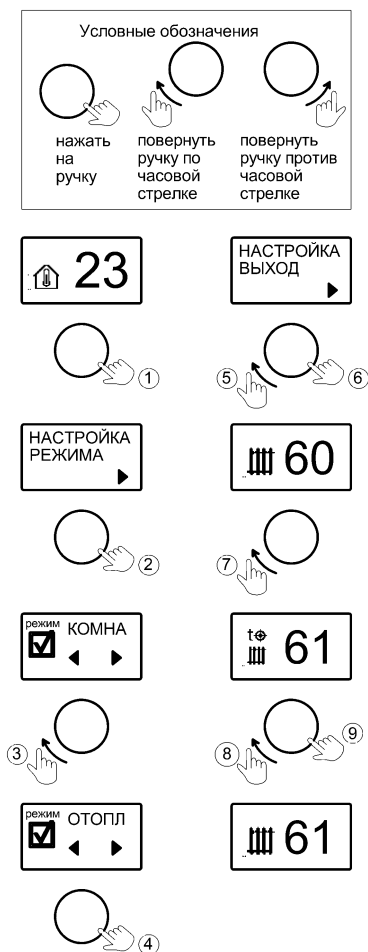
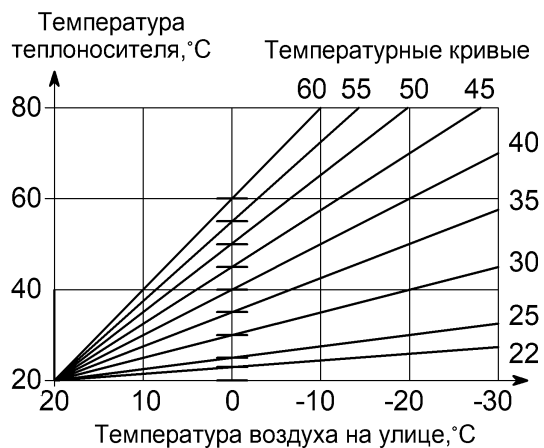
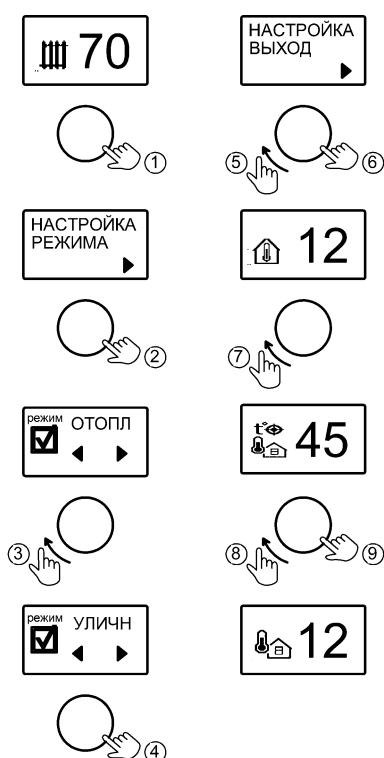

Рисунок 4. Выбор и настройка температуры режима «ОТОПЛЕНИЕ»
Рисунок 6. Зависимость температуры теплоносителя от температуры воздуха на улице
Рисунок 7. Выбор и настройка температуры режима «УЛИЧНЫЙ»
**9.1 «ОТОПЛЕНИЕ»** – режим поддержания температуры тепло-носителя. Датчики температуры воздуха в алгоритме не участвуют. Заводская настройка температуры теплоносителя **70°C**. Активация режима и настройка температуры показана на рис.4. Температуру можно задать в диапазоне от +8°C до +85°C.
**9.3 «УЛИЧНЫЙ»** – режим поддержания температуры теплоносителя в зависимости от температуры воздуха на улице по одной из погодозависимых кривых (см. рис. 6). Датчик температуры воздуха устанавливается на улице.
Заводская настройка - 40. Это означает, что при 0°C на улице, температура теплоносителя будет +40°C. При понижении температуры на улице до -10°C, температура теплоносителя увеличится и составит около +50°C. Для изменения заводской настройки нужно в соответствии с рис. 6 выбрать ту кривую, при которой в помещении станет комфортно. Если в помещении холодно - следует выбрать кривую с большим номиналом, если жарко - с меньшим. Чем больше величина теплопотерь здания, тем выше номер кривой. Активация режима и изменения значения кривой ПЗУ показано на рис. 7.
**10.1** Во вкладке «РЕЖИМ РАБОТЫ», выбирается основной режим работы котла («ОТОПЛЕНИЕ», «КОМНАТНЫЙ», «УЛИЧНЫЙ») - см. рис. 4, рис.5, рис.6.
Подключение должен выполнять квалифицированный специалист. При выборе роли «КОМНАТНЫЙ» и активации режима «КОМНАТНЫЙ» (см. рис.5) котел будет поддерживать заданное значение температуры воздуха в помещении. При выборе роли «УЛИЧНЫЙ» и активации режима «УЛИЧНЫЙ» (см. рис.6) котел будет поддерживать температуру теплоносителя в зависимости от температуры воздуха на улице. Чем ниже будет температура воздуха на улице, тем будет выше температура теплоносителя.